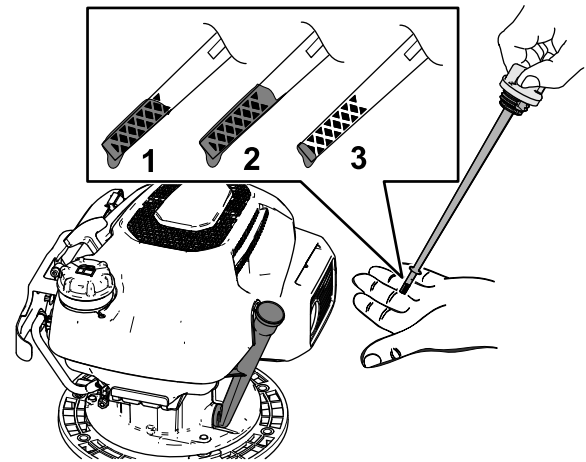

Figura 16
5. Verificați nivelul de ulei indicat pe joja (Figura 16).